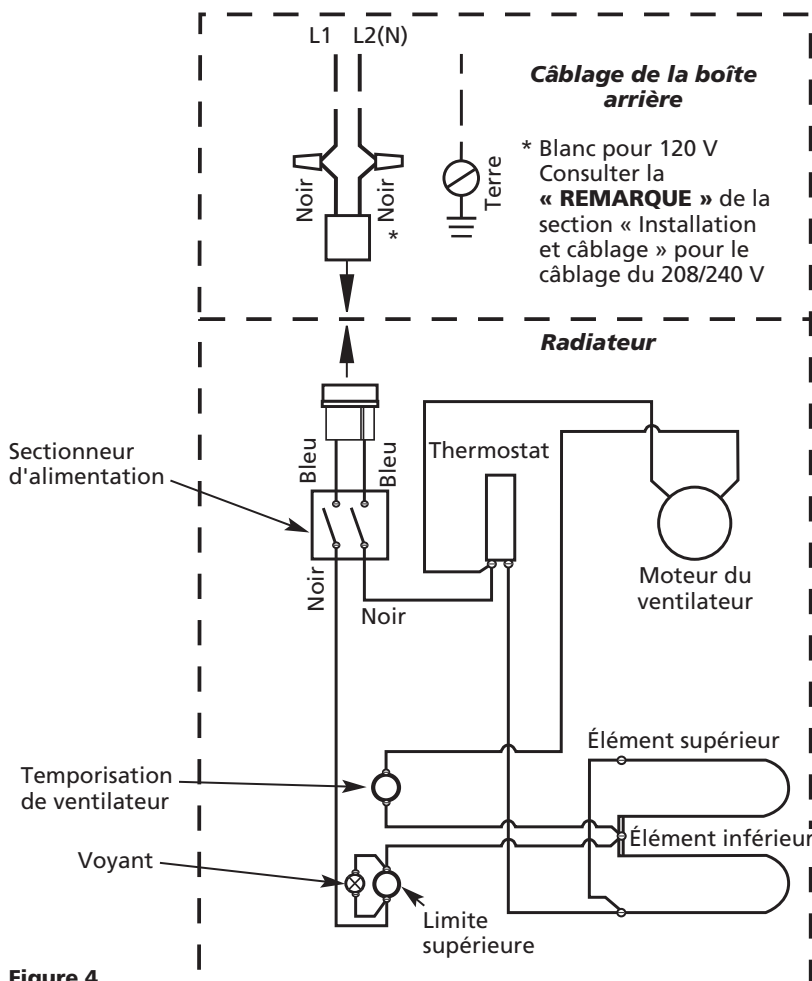

Figure 4
1. Suivre le schéma de câblage (Figure 4) pour connecter le câblage d'alimentation aux fils conducteurs du radiateur dans la boîte arrière.
Pour les radiateurs de 208 et de 240 volts, changer la couleur du fil conducteur en queue de cochon des radiateurs en l'enveloppant avec du ruban isolant noir. (La plupart des codes de l'électricité exigent que les fils d'alimentation soient connectés aux fils noirs.) Connectez ensuite les deux fils d'alimentation noirs au deux fils de prise noirs (voir la Figure 4).